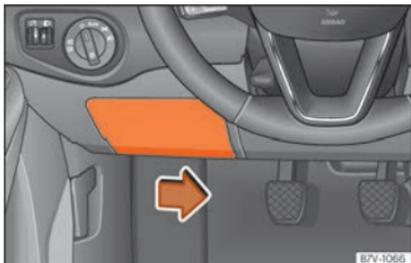

Fig. 61 No painel de instrumentos do lado do condutor: tampa da caixa de fusíveis.
- Para libertar a tampa, desloque para a direita o manípulo de acionamento situado na parte inferior da mesma »»» **Fig. 61**.